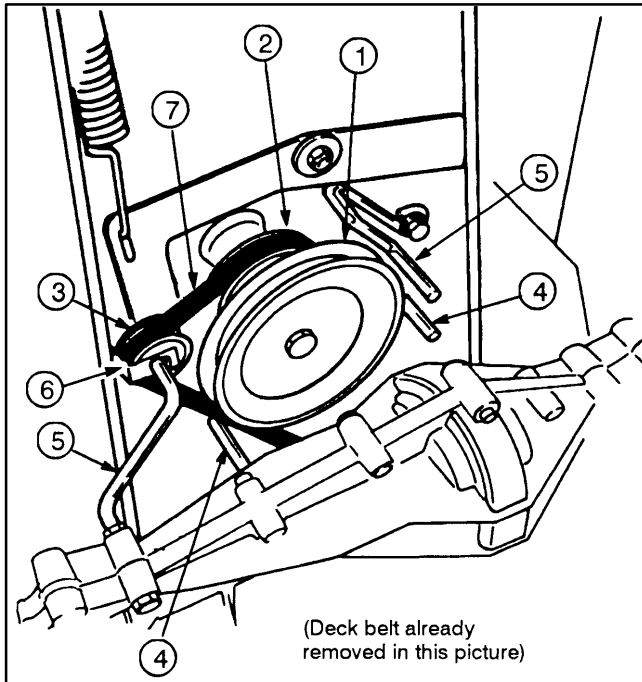

Abbildung 26
3. Den Antriebsriemen entfernen und auf mögliche Defekte oder Abnutzung prüfen (Abb. 26). Bei Bedarf einen neuen Treibriemen installieren.
4. Die Riemenführungen neben der Getriebelaufscheibe montieren (Abb. 26). Ebenfalls die Riemenbefestigung an der Mitläuferlaufscheibe montieren und die Kontermutter festziehen.